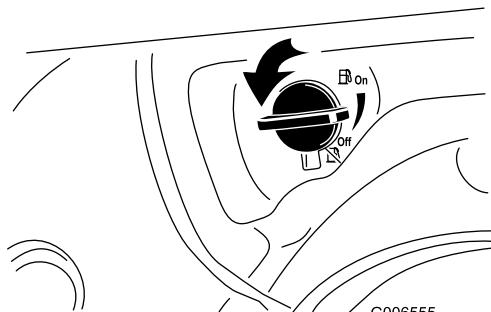

Figura 18
2. Girate la valvola d'intercettazione del carburante di 1/4 di giro in senso antiorario per aprirla (Figura 18).